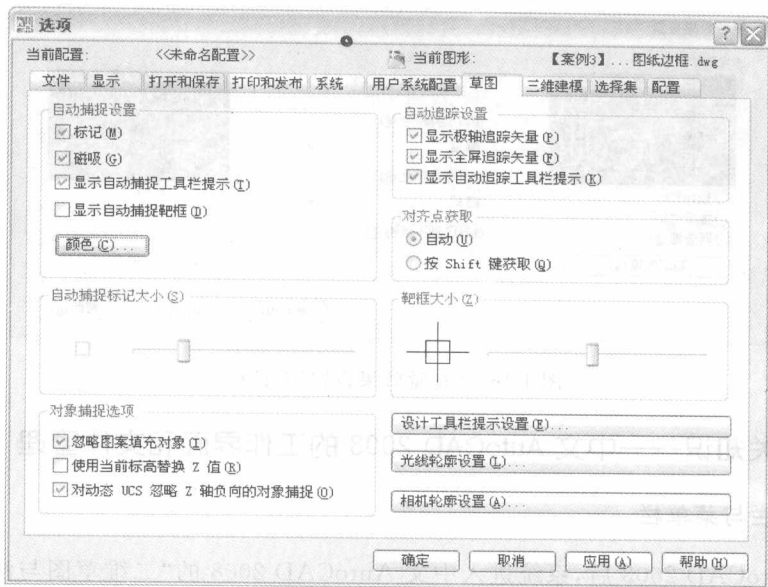

图 1-14 “选项”对话框的“草图”选项卡
(1) 在“选项”对话框中单击“草图”标签,打开“草图”选项卡。在该选项卡中可以对捕捉标记的颜色、捕捉标记的大小和靶框的大小与颜色等进行设置,如图 1-14 所示。
(2) 在“自动捕捉设置”选项区域中选中“标记”、“磁吸”和“显示自动捕捉工具栏提示”复选框。单击“颜色”按钮,调出“图形窗口颜色”对话框,在“颜色”下拉列表框中选择自动捕捉的颜色为“橙色”,单击“应用并关闭”按钮,返回“选项”对话框,单击“应用”按钮,完成捕捉标记的设置。